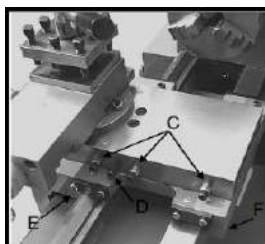
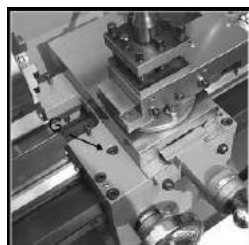

Fig. 31
Fig. 32
2. **Contrachaveta do carro transversal** - Afrouxe as porcas e reajuste levemente os parafusos (C, Fig. 2C) no sentido horário. Então, reaperte as porcas. O carro transversal pode ser imobilizado com o parafuso de fixação (D, Fig. 31) para prevenir que ele se mova acidentalmente durante os processos.
3. **Fixando a placa do carro** – Duas placas do carro de fixação frontais (E, Fig. 31) são montadas em dois lados do carro com quatro parafusos de cabeça sextavada. Afrouxe os parafusos, desmonte a placa de fixação e reestruture-a. Uma placa de fixação traseira está montada no carro com quatro parafusos de cabeça sextavada. Afrouxe os parafusos, desmonte a placa de fixação e reestruture-a. Para prevenir que o carro se mova acidentalmente durante o processo, ele pode ser imobilizado com parafusos de fixação (G, Fig. 32). Quando houver recessos, recomendamos que o carro seja imobilizado.